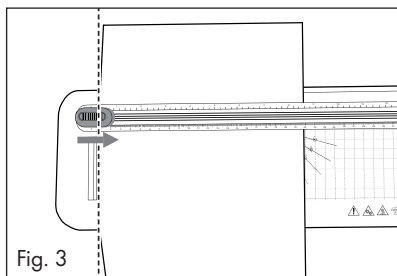

Fig. 3
- Lors de la découpe de documents, des bandes de papier peuvent rester dans la glissière de coupe ❷, difficiles à retirer.
- 1) Glissez la tête de coupe ❸ jusqu'en butée. La tête de coupe ❸ peut être glissée jusqu'aux deux extrémités de la glissière de coupe ❷.
- 2) Introduisez le papier/film sous la glissière de coupe ❷.
- 3) Utilisez les repères sur la règle de coupe ❶ pour aligner exactement le papier/film si vous souhaitez par exemple le raccourcir ou le couper en biais (voir fig. 3 et 4).